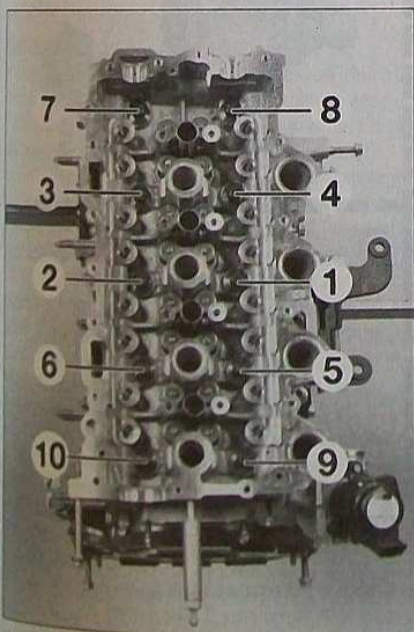

FIG.43
- Serrer les vis de culasse en respectant l'ordre et le couple de serrage (Fig. 43).